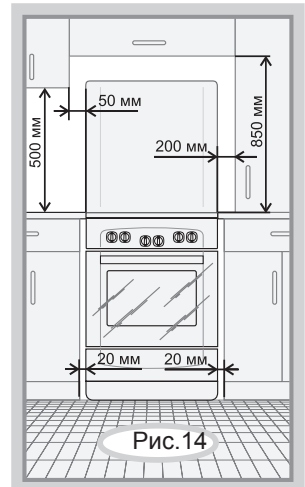

Рис. 14
- Минимальные расстояния, которые необходимо выдержать при установке плиты, показаны на рис. 14. Задняя стенка плиты должна отстоять от поверхности стены не менее чем на 50 мм. Уровень варочной поверхности плиты должен быть не ниже уровня столешницы. Торцы мебели на уровне варочной поверхности стола защитить металлическими накладками. Кухонные полотенца, шторы и т.п. должны находиться на безопасном расстоянии, исключающем их воспламенение.